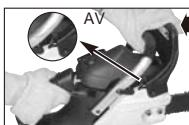

Fig. 7A
1. KJEDEBREMSEN er DEAKTIVERT (kjeden kan beveges) når BREMSES-PAKEN ER TRUKKET BAK OG LÄST. Sørg for at kjedebremsehendelen er i AV-posisjonen. (Fig. 7A)